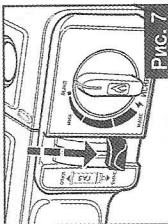

Рис. 7
- Заденьте боковую крышку, отпустив рычаг на передней панели плиты до позиции «Фикс» (Рис. 7).